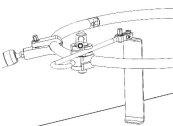

Figura 14
- **Abraçadeiras de anel** (AL-0103) fixar em qualquer ponto do anel. Para fixar, solte o botão da **Abraçadeira de anel** e pressione a maior das duas aberturas no **Anel retrator**; as **Abraçadeiras de anel** vão se encaixar no **Anel retrator**. Pressione o eixo do **Suporte de lâmina** na abertura menor da **Abraçadeira de anel** para fixar os dois componentes. A montagem da **Abraçadeira de anel/Suporte de lâmina** pode ser ajustada livremente até que o botão da pinça seja apertado. **Abraçadeiras de anel** e **Suportes de lâmina** adicionais podem ser adicionados ao **Anel retrator** como desejado. (Figura 14)